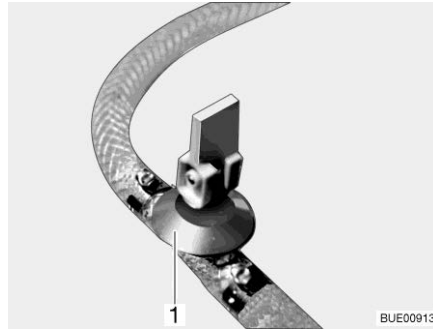
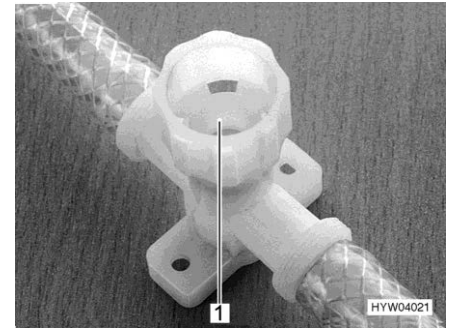

Bild 277 Avtappningskran (med vipparm)
Bild 278 Avtappningskran (med vrid)
- Öppna alla avtappningskranar. Ställ för detta avtappningskranens vipparm (Bild 277,1) lodrätt eller vrid avtappningskranens kran (Bild 278,1) moturs.